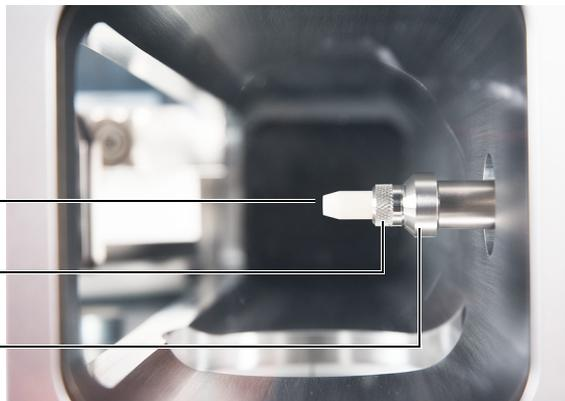

Figura 7. Sello de la punta de la interfaz GC/MS
- 1 Verifique que la fuente CI, EI XTR, HES o HES 2.0 esté instalada. (Consulte la **Figura 7** en la página 57).